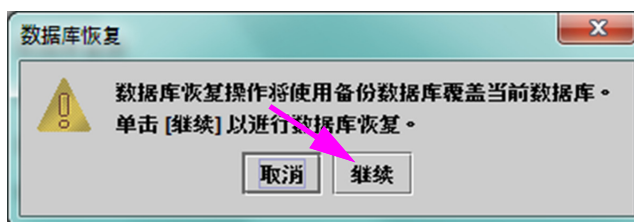

图 5-81. “数据库恢复”确认对话框
8. 此时会出现“数据库恢复”确认对话框。参见图 5-81。